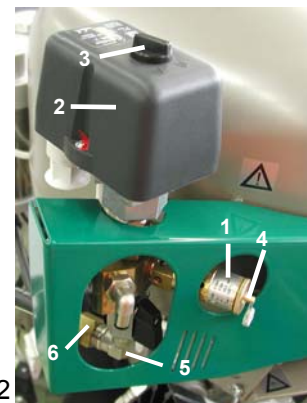

Bild.12
- Kompressor am Druckschalter (2) durch die Drehung des Schalters (3) in die Stellung „I“ einschalten. (Bild.12).
(Bild.12)
Falls der Kompressor längere Zeit nicht genutzt wird, ist es empfehlenswert, das Kondensat aus dem Druckbehälter abzulassen und den Kompressor dann für 10 Minuten mit geöffnetem Kondensatablassventil (1) (Bild.13) in Betrieb nehmen. Danach den Kompressor mittels des Schalters (3) auf dem Druckschalter (2) (Bild.12) ausschalten, das Ventil für den Kondensatablass schließen und das Gerät vom Stromnetz trennen.